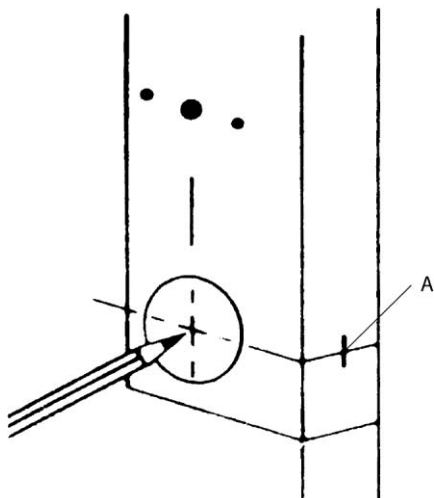

Рис. 8.3. Разметка двери (С разрешения компании Simplex Access Controls Corp.)
2. Аккуратно сложить бумажный шаблон, который входит в комплект поставки вашего замка (рис. 8.2). Прочно приклеить скотчем шаблон к двери так, чтобы все стигбы были правильно совмещены с краем двери. Нанести шилом или аналогичным инструментом отметки для просверливаемых отверстий в точно указанных точках, которые приведены на шаблоне (рис. 8.3). Затем шаблон надо снять.